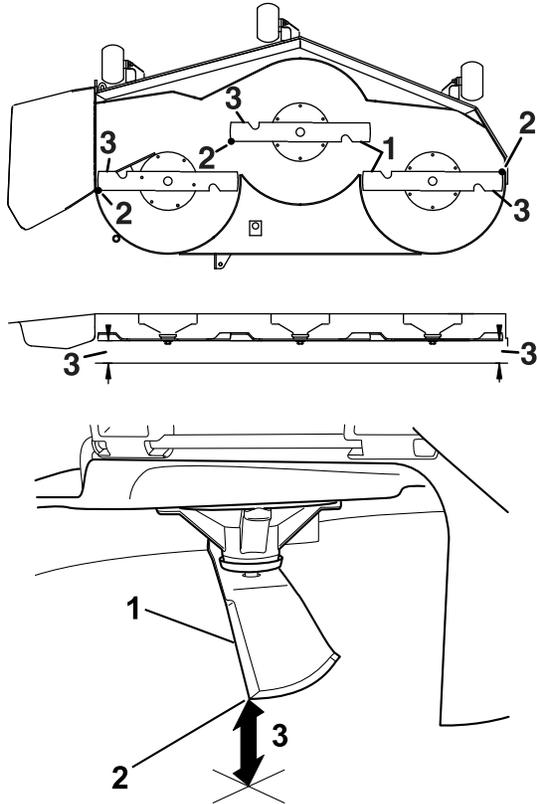

Figure 83
6. Mesurez la distance entre la pointe des lames et la surface plane (Figure 83). Si les deux mesures diffèrent de plus de 5 mm, réglez les lames, ajustez l'horizontalité des lames ; poursuivez cette procédure.
12. Tournez les lames avec précaution pour qu'elles soient parallèles dans le sens transversal (Figure 83).